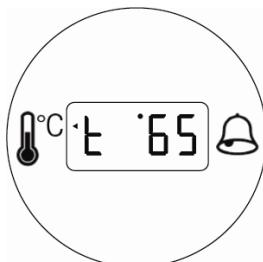

Рис. 4.2
- подайте электропитание на котел и установите переключатель режимов работы в положение «лето»  или «зима»  (рис. 4.2) в зависимости от того, какой режим работы вам нужен.
В случае поступления запроса на подогрев воды в контуре отопления котел включается. При этом зеленый световой индикатор начинает гореть постоянным светом. Цифровой дисплей загорается и начинает отображать – температуру воды в системе отопления (рис. 4.2)